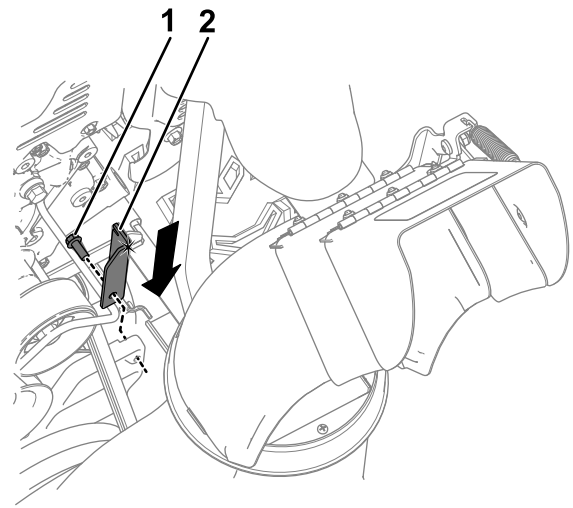

Bild 4
5. Montieren Sie die neue Fahrtriebsplatte mit dem zuvor entfernten Schraube an der Reibradplatte (**Bild 4**).